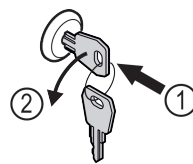

Fig. 176
- ▶ Introduceți cheia prin apăsare. Fig. 176 (1)
- ▶ Rotiți cheia cu 90° în sens invers acelor de ceasornic. Fig. 176 (2)